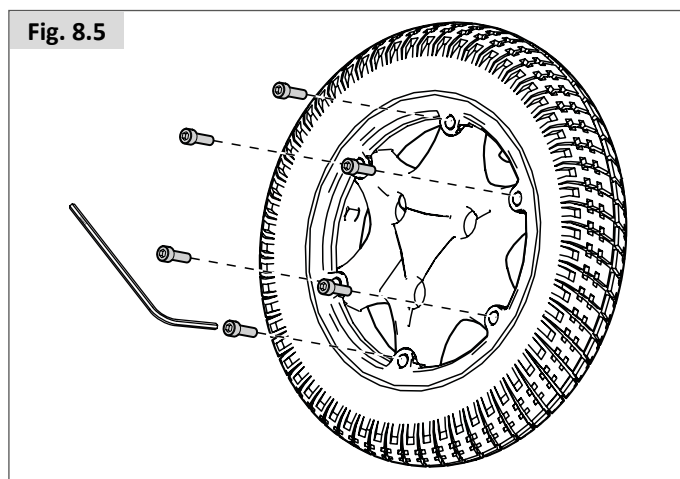

Fig. 8.6
- Levante y retire la llanta interior de la pared del neumático (Fig. 8.6).